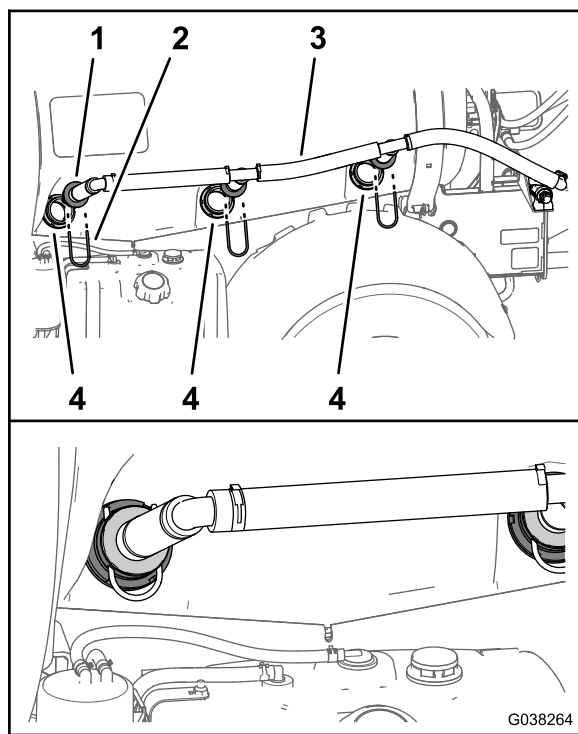

图62
1. 将搅拌喷嘴总成的 3 个搅拌喷嘴插入打药车药缸的隔板接头 图62。
2. 使用在 从打药车药缸拆下搅拌喷嘴 (页码 10) 的步骤 1 中卸下的 3 个卡环 图62 固定搅拌喷嘴。